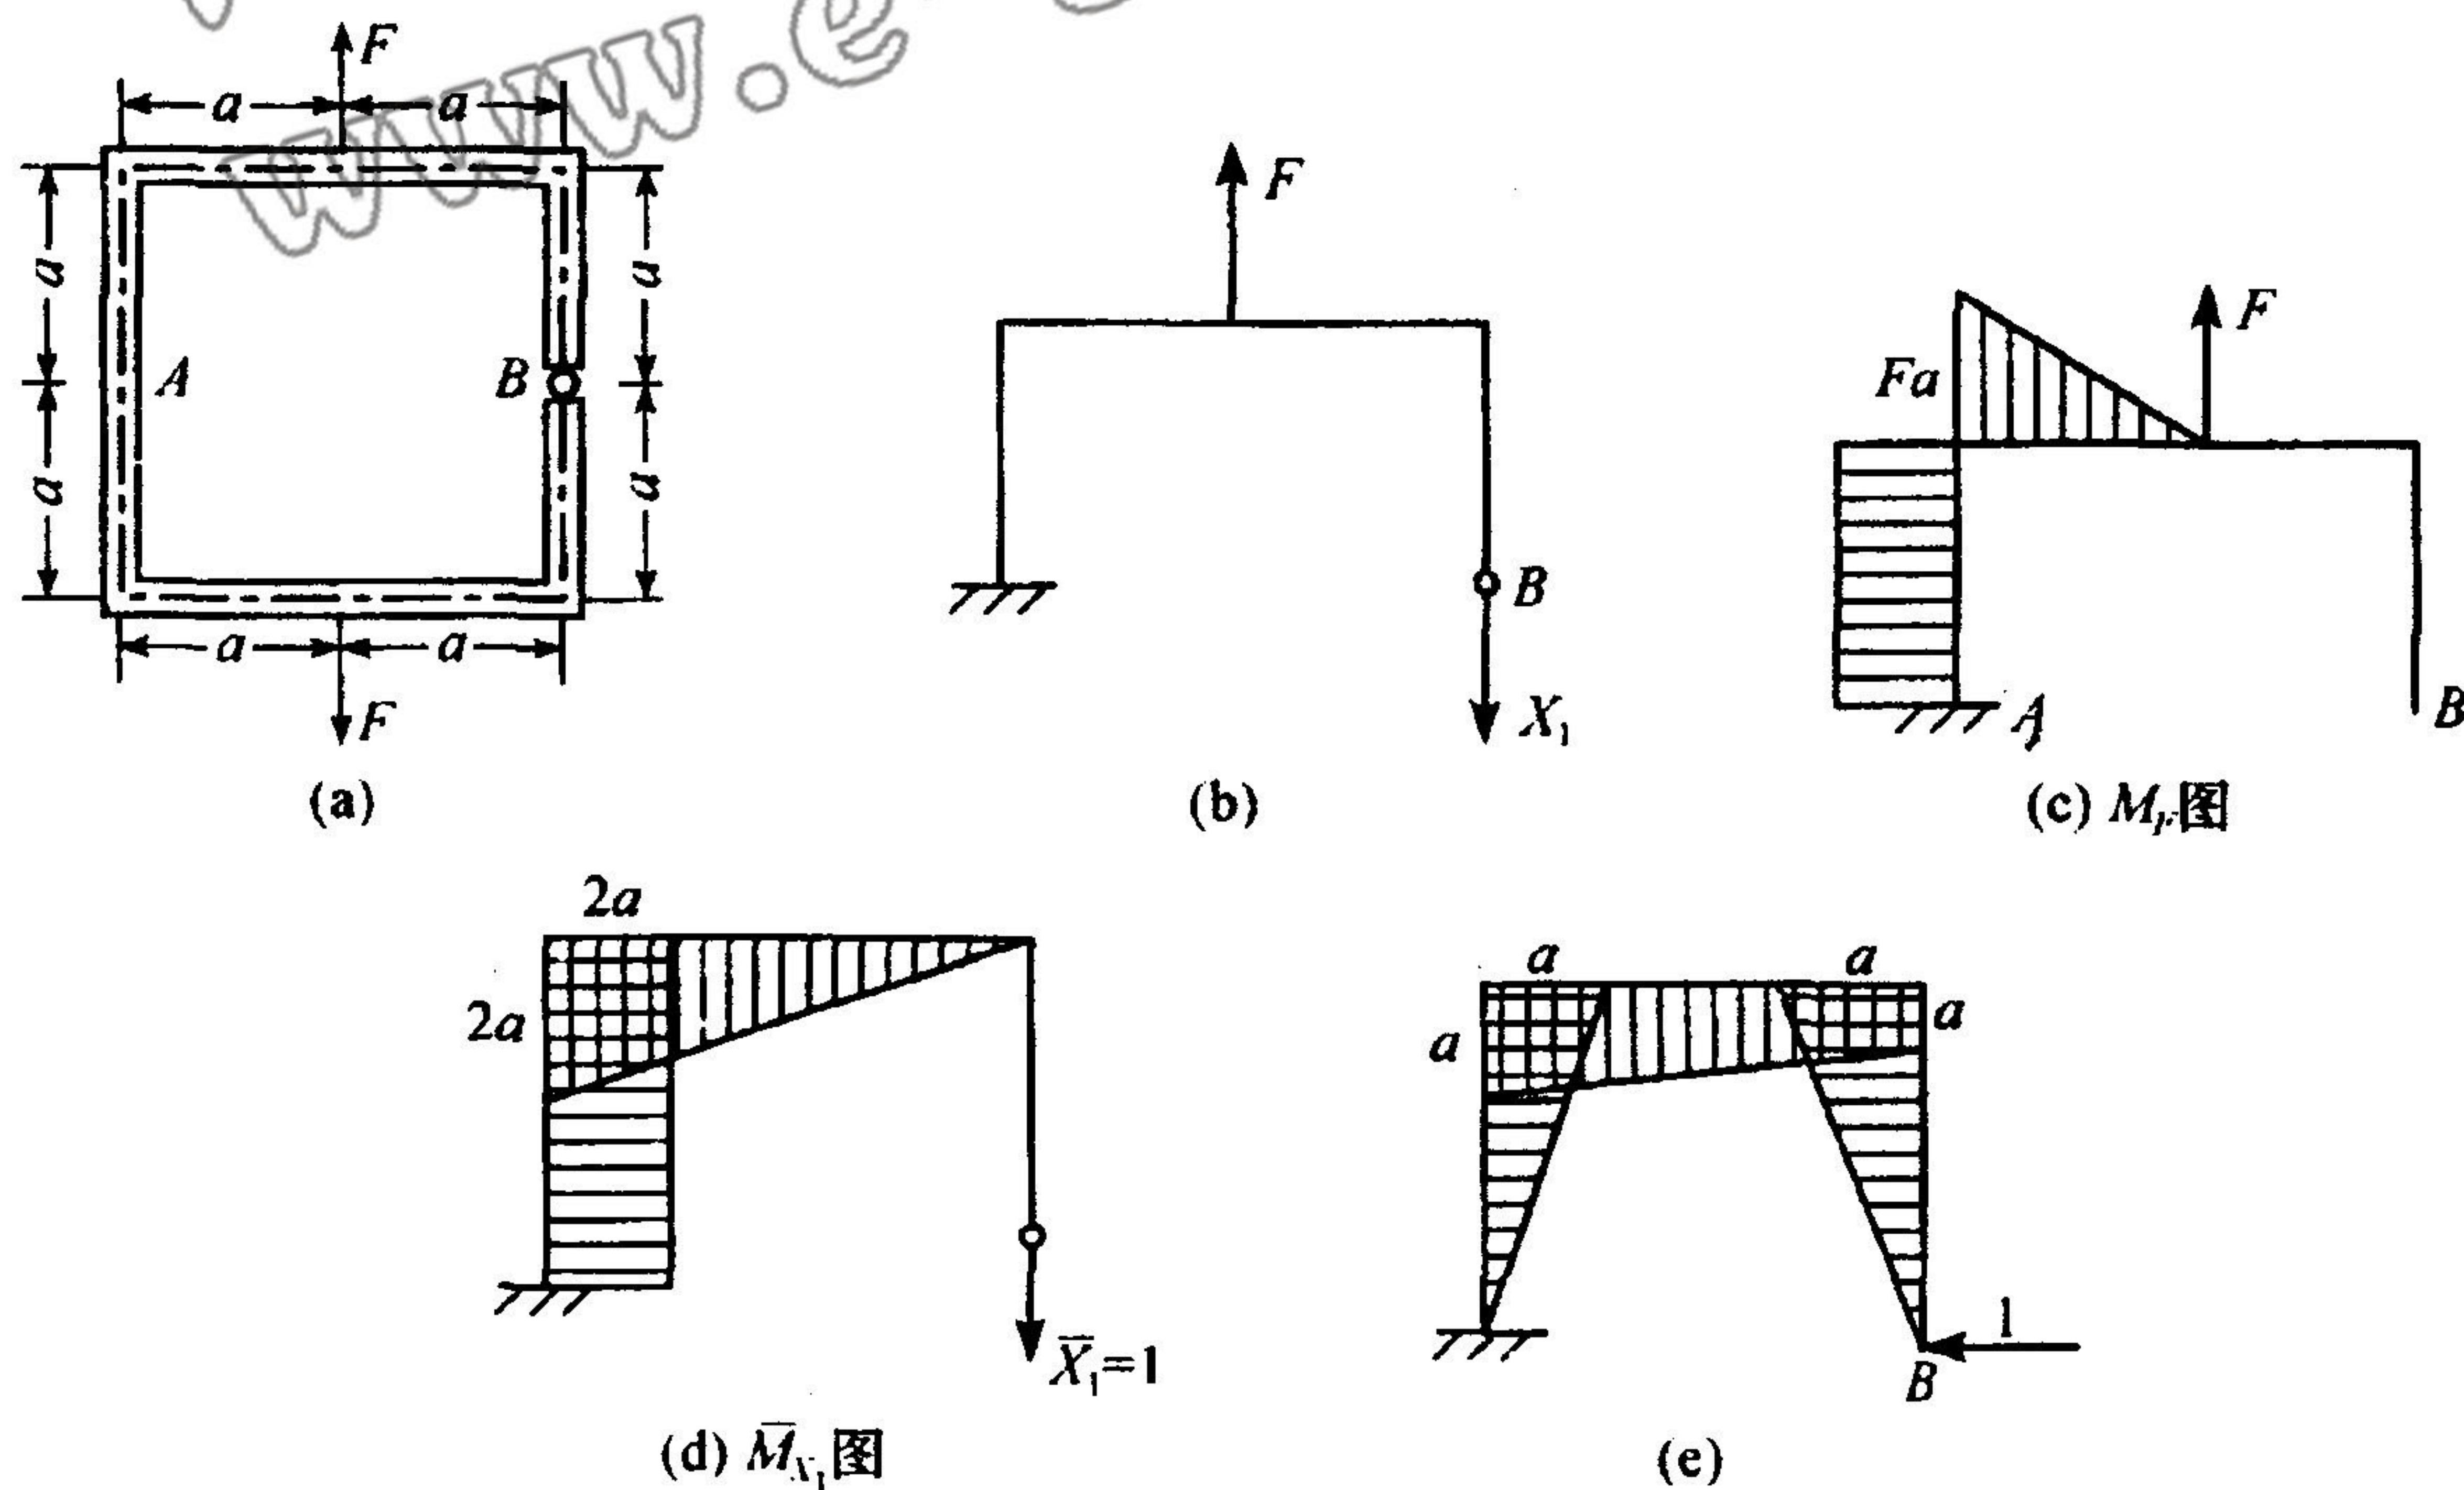

图 1.8
③ 本例中需要注意的另一个问题就是在变形协调条件中对弹性支承的处理，弹性支承可以是另一个梁、一个杆、一个弹簧等，这里的位移条件不再是零，而是弹性支承点的位移量。
1.8 试求图 1.8(a)所示刚架 A 、 B 两点间水平方向的相对位移。设刚架各部分的 EI 均相同，并略去轴向力和剪力引起的变形。(11 分)
解 如果结构为平面封闭刚架，则为三次内力超静定，由于结构中存在二杆铰接，故降阶一次，为二次超静定问题。另外，结构上下对称，变形亦然对称，故 A 截面的转角为零。取相当系统如图 1.8(b)所示，根据对称性性质知其对称面 B 截面反对称内力——剪力为零，问题再次降阶为一次超静定问题。
用图乘法求各系数，故先作外载荷及 $X_1=1$ 引起的内力图，如图 1.8(c)、(d)所示。
(2) 求 A、B 间的水平位移。在静定基 B 截面上加水平单位力，单位力弯矩图如图 1.8(e) 所示，图 1.8(e) 同图 1.8(c)、(d) ($X_1 = \frac{17}{40}F$) 分别相乘。得
点评 ①此结构的对称性仅为上下对称而左右不对称，故不可像圆环对径拉(压)或矩形刚架沿对称轴拉(压)那样取其四分之一讨论。②若图 1.8(a) 中 A 截面加入中间铰，问题将简化为静定问题；若图 1.8(a) 中上半部分抗弯刚度为 $2EI$ ，下半部分为 EI ，A 截面加入中间铰，且一对 F 力作用在 A、B 铰接处，求 AB 间的相对位移。读者不妨一试。